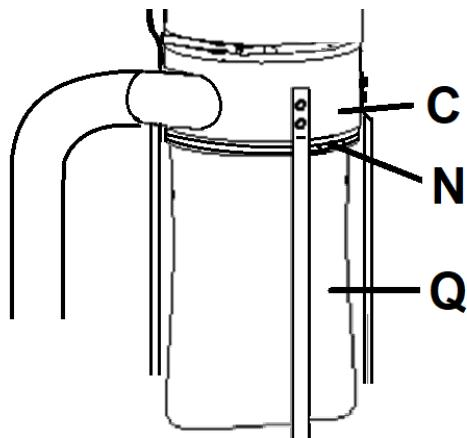

Fig 11
Stülpen Sie den Spänesack (Q, Fig 11) über das Gehäuse (C).